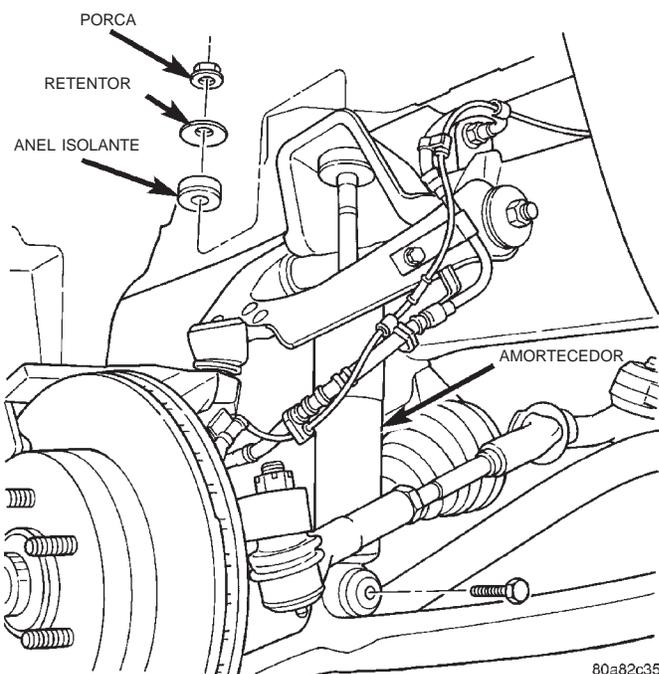

Fig. 4 Amortecedor
- (1) Levante e apoie o veículo.
- (2) Remova a porca, o retentor e o anel isolante superiores do amortecedor (Fig. 4).
- (3) Remova o parafuso inferior e remova o amortecedor.